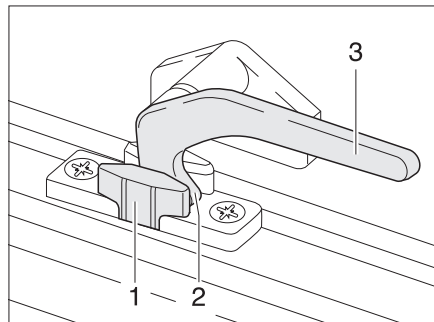

Bild 40 Låsarm i läget "Kontinuerlig vädring"
- I läget "Kontinuerlig vädring" (Bild 40)
- Sväng låsarmen (Bild 40,3) ett kvarts varv mot fönstrets mitt.
- Vrid tillbaka låsarmen. Därvid måste låsspaken (Bild 40,2) föras in i spåret på fönsterlåset (Bild 40,1).